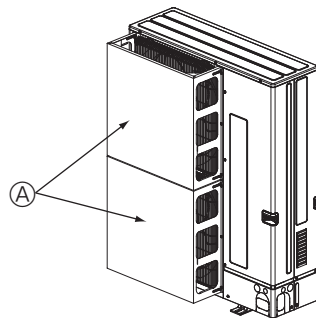

Fig. 2-5
- ② Installeer een optionele luchtbeschermingsgeleider als de unit is geïnstalleerd op een plek waar sterke winden van een tyfoon enz. rechtstreeks de luchtuitlaat kunnen binnendringen. (Fig. 2-5)